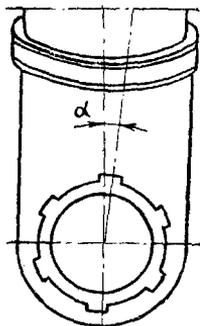

Рис. 14. Конструктивное выполнение шлицев на полуосях основных опор самолета
1. Перед установкой лыжи осмотрите полуоси шасси и убедитесь, что не сдвинуты внешние шлицы полуоси (рис. 14). Ось шлица должна быть параллельной оси стойки шасси. У лыж, допущенных к эксплуатации, максимальный сдвиг оси шлиц (α_{max}) может быть до $4^{\circ}30'$.